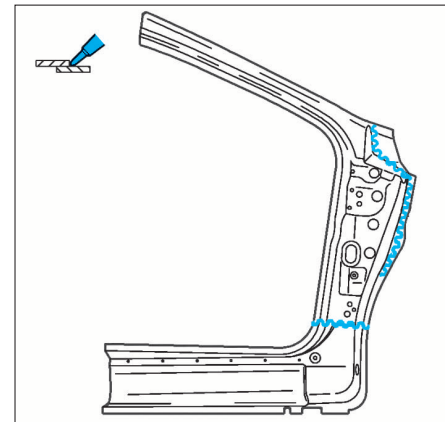

FIG. 48
- Après ajustage, déposer un cordon de colle sur la pièce neuve (Fig.48).